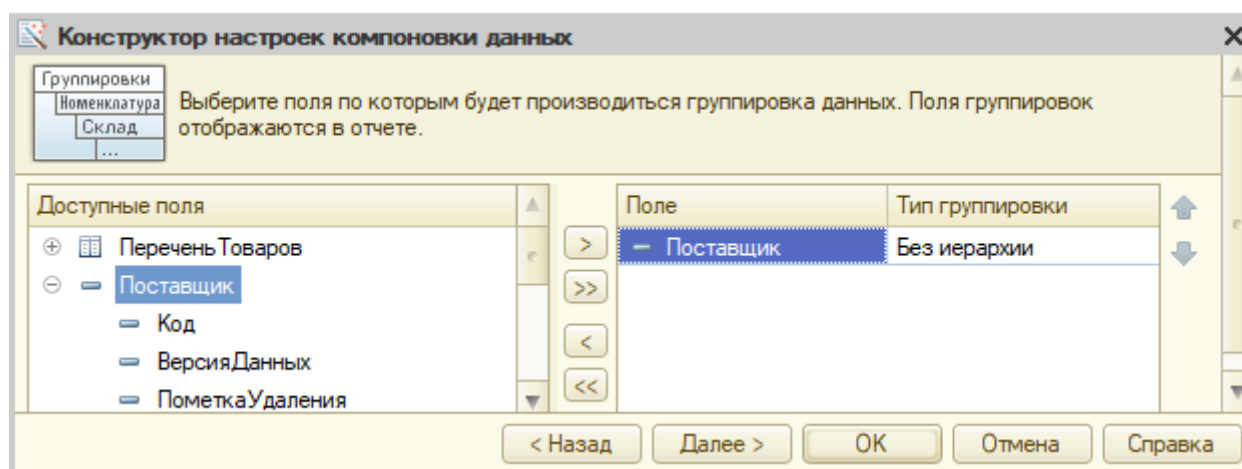

Рисунок 2.17 – Выбор поля для группировки отчета
- 11 В очередном окне выберите поле для группировки отчета – **Поставщик** (рисунок 2.17). Нажмите **Далее**.